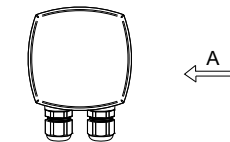

Bild 1 Einbaurichtung im Kanal (A = Volumenstromrichtung)
4. Platzieren Sie den DTTC/DTTHC Transmitter im Kanal mit den Kabelverschraubungen senkrecht zur Volumenstromrichtung, siehe Bild 1.